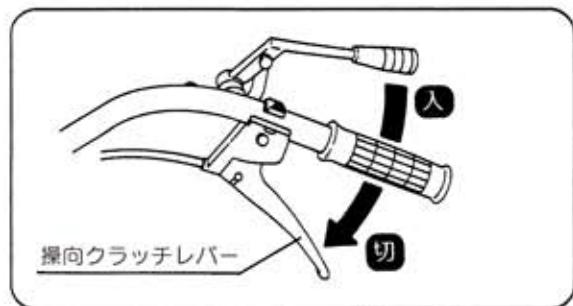

図11
- ① 主クラッチレバーを [切] 位置にします。 (図11)